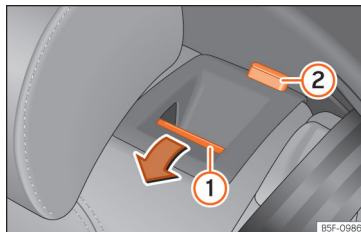

Fig. 66 Banco traseiro: rebater o encosto.
- Pressione o botão de desbloqueio »» **Fig. 66** ① para a frente e, ao mesmo tempo, rebata o encosto. O encosto traseiro está desbloqueado quando se vê uma marca vermelha no botão ②.